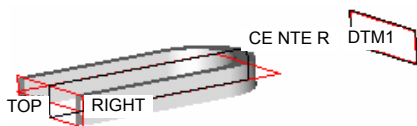
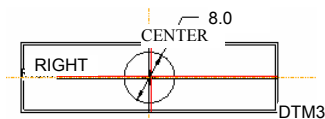

图 5.32.6 草绘截面的放置
图 5.32.7 特征截面图形
(2) 创建实体拉伸特征。
① 单击 **模型** 功能选项卡中的 **拉伸** 按钮 ；设置前面创建的基准平面 DTM1 为草绘平面，RIGHT 基准平面为参考平面（图 5.32.6），方向为 **底部**；特征截面如图 5.32.7 所示。